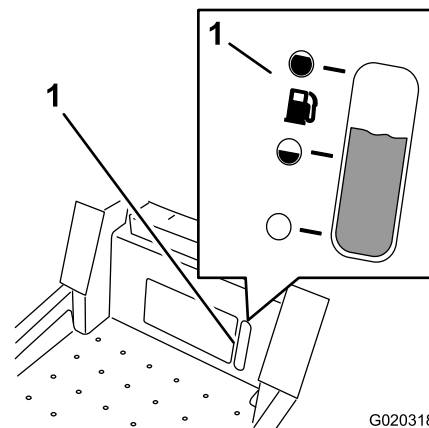

Figure 7
Le viseur de niveau, situé sous le poste de conduite, permet de vérifier le niveau d'essence dans le réservoir (Figure 7).
**Remarque:** Vous pouvez utiliser le regard situé sous le poste de conduite pour vérifier la présence d'essence avant de faire le plein (Figure 7).